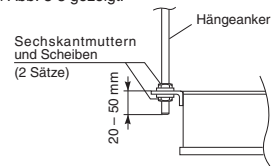

Abb. 3-5
- Die Inneneinheit aufhängen und mithilfe der 2 Sechskantmutter und Scheiben (im Fachhandel erhältlich) und der Spezialscheiben (mit der Einheit mitgeliefert) befestigen, wie in Abb. 3-5 gezeigt.